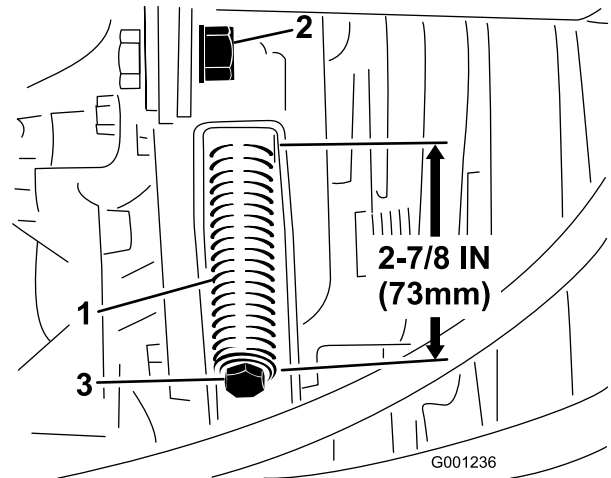

Bild 65
3. Lösen Sie die Klemmmutter der Spannstange (Bild 65).
4. Ziehen Sie die Riemen Spannungsfeder mit einem 0,5 Zoll Schraubenschlüssel an oder lösen Sie sie (Bild 65). Stellen Sie die Feder auf eine Länge von 73 mm ein.
4. Lösen Sie die Riemen Spannungsfeder mit einem 0,5 Zoll Schraubenschlüssel (Bild 65).
6. Setzen Sie den neuen ZWA-Riemen auf und ziehen Sie die Spannscheibenfeder auf 73 mm an (Bild 65).
7. Ziehen Sie die Klemmmutter fest (Bild 65) und schließen Sie die Motorhaube.